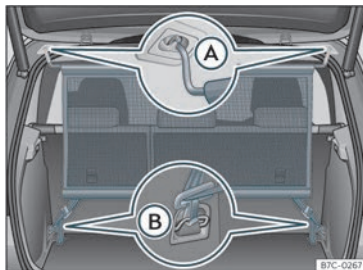

Fig. 122 Rede de separação montada.
- Engate a rede de separação no alojamento esquerdo do teto >>> Fig. 122 (A). Assegure-se de puxar a vareta transversal para baixo para além da posição superior.
- Engate a rede de separação no alojamento direito do teto, comprimindo a vareta transversal >>> Fig. 122 (A).
- Engate os dois ganchos da rede de separação nas argolas de fixação da bagageira >>> Fig. 122 (B) e tensione bem os cintos de fixação.